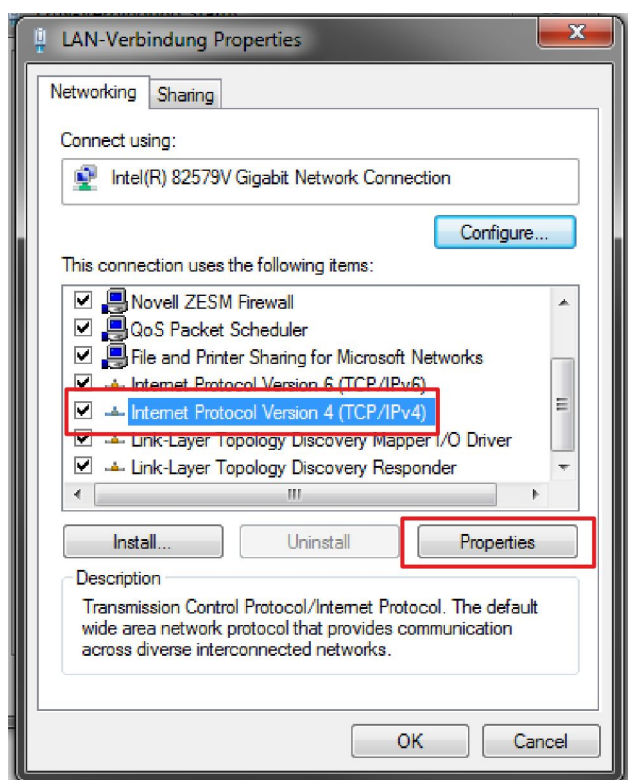

Fig. 13 : Propriétés de la connexion au réseau local
6. ▶ Sélectionner « Protocole Internet version 4 (TCP/IPv4) » puis « Propriétés » (Fig. 13).